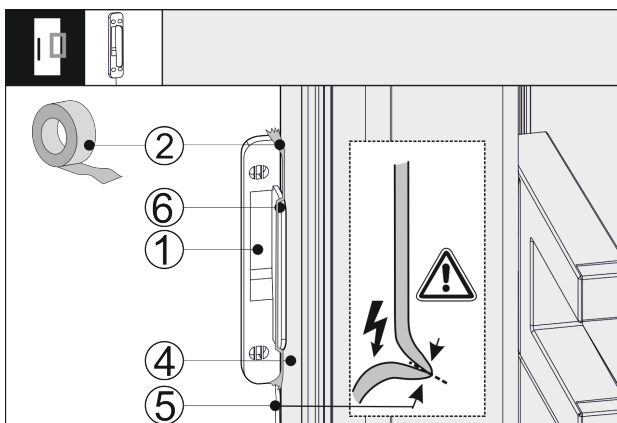

Fig. 42
- ▶ Nasadte snímač klopania Fig. 42 (1) z boku na dvvere zariadenia Fig. 42 (4) tak, aby doraz Fig. 42 (6) priliehal k dvverám zariadenia Fig. 42 (4). Kábel snímača Fig. 42 (5) je zľahka napnutý a tiež prilieha k dvverám zariadenia Fig. 42 (4).
- ▶ Zafixujte snímač klopania Fig. 42 (1) pomocou lepiacej pásky Fig. 42 (2). Snímač klopania sa neskôr zoskrutkuje s prednou časťou nábytku.